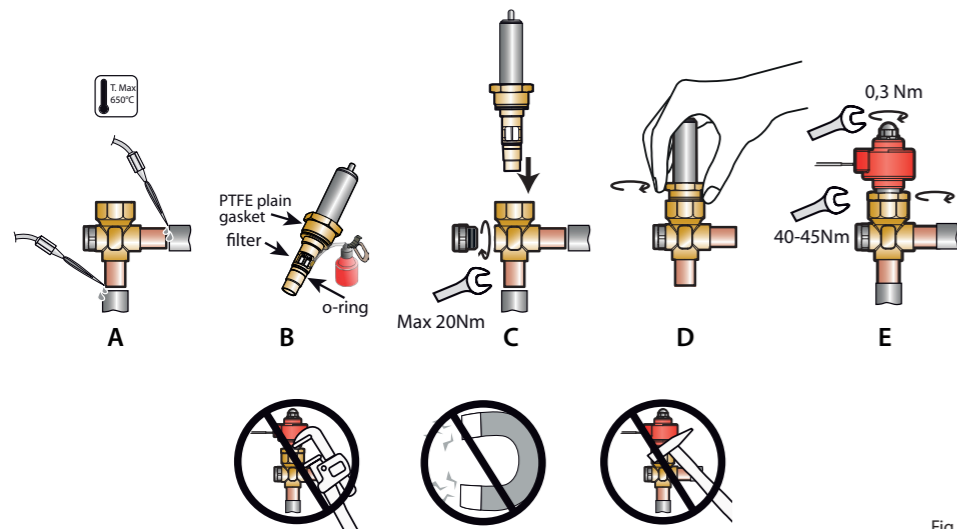

Fig.2
Le valvole E²V-Z devono essere saldate al circuito mediante brasatura dei raccordi in rame ai tubi di uscita condensatore (IN) e di ingresso evaporatore (OUT). Seguire la successione indicata in Fig. 2 procedendo in questo modo:
2. Inserire le tubazioni dell'impianto nei raccordi femmina della valvola, facendo attenzione a non andare oltre le apposite restrizioni presenti nei raccordi della valvola stessa. Procedere alla saldatura orientando la fiamma verso l'estremità dei raccordi come da Fig. 2-A (per una migliore brasatura senza alterare la tenuta della zona di saldatura tra corpo e raccordi utilizzare lega con temperatura di fusione inferiore a 650 °C o con tenore di argento superiore del 25 %).
4. Verificare che la guarnizione piana in PTFE e l'oring siano presenti e posizionati nelle loro sedi (Fig. 2-B).
5. Verificare che il filtro in rete metallica sia inserito sulla boccia di ottone (Fig. 2-B). In caso contrario, posizionarlo come in figura e portarlo in battuta.
7. Lubrificare con un velo d'olio (uno qualsiasi di quelli normalmente utilizzati nei circuiti frigoriferi) la superficie esterna dell'oring della cartuccia (Fig. 2-B)
8. Inserire la cartuccia all'interno del corpo brasato avendo cura di non forzare durante l'inserimento (Fig. 2-C).
9. Procedere quindi ad avvitare manualmente la ghiera in ottone fino al raggiungimento del suo finecorsa (Fig. 2-D).
10. Serrare la ghiera sul corpo valvola con una chiave a forchetta da 24 con una coppia di serraggio di 45Nm (Fig. 2-E). E' possibile cambiare la taglia della valvola solamente sostituendo la cartuccia esistente con una di taglia diversa (senza cambiare il corpo valvola)
11. Inserire lo statore rosso, venduto separatamente (vedi tabella "Connessioni elettriche"), fino a fondo corsa della cartuccia avvitando il dado nero portandolo in completa battuta fino a deformare la corona circolare in gomma dello statore (coppia di serraggio 0,3 Nm) (Fig. 2-E).
The E2V-Z valves must be joined to the circuit by braze welding the copper fittings to the condenser outlet (IN) and evaporator inlet (OUT) pipes. Proceed as indicated in Fig. 2:
2. Insert the pipes in the female valve fittings, being careful not to go beyond the specific restrictions present in the joints of the valve. Weld by aiming the flame at the ends of the fittings as shown in Fig. 2-A (for better braze welding without affecting the seal of the welded area between the body and the fittings, use alloys with a fusion temperature less than 650 °C or with a silver content above 25%);
4. Make sure that the PTFE and l'oring are present and positioned in their site (Fig. 2-B).
5. Make sure that the metal mesh filter is inserted on the brass bushing (Fig.2-B). Otherwise, position it as shown in the figure and make sure it's properly in place.
7. It is necessary to lubricate with oil (any of those normally used in refrigerant circuits) the outer surface of the cartridge oring (Fig. 2-B)
8. Insert the cartridge inside the braided body, taking care not to force it during insertion (Fig. 2-C).
9. Proceed to manually screw the brass nut until it reaches its limit (Fig. 2-D).
10. Tighten the nut on the valve body with a 24-inch fork wrench with a tightening torque of 45Nm (Fig. 2-E). It is possible to change the valve size only by replacing the existing cartridge with a different size (without changing the valve body).
11. Insert the red stator, not included (see table "Electrical connections"), on the cartridge with the black nut screwed on tightly until deforming the rubber ring on the stator (tightening torque 0.3 Nm) (Fig. 2-E).